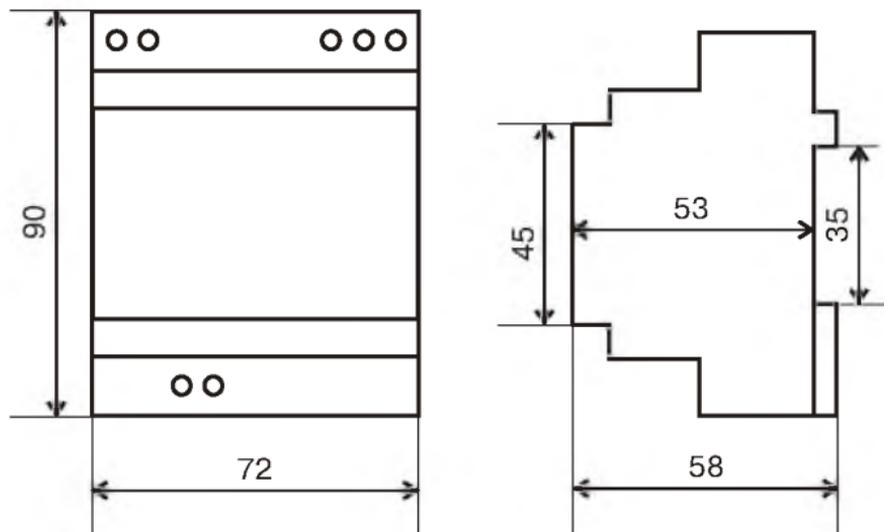

Рис.1 Габаритные и установочные размеры
2.7. Габаритные и установочные размеры терморегулятора приведены на Рис. 1.